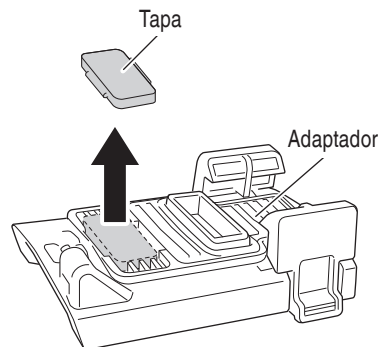
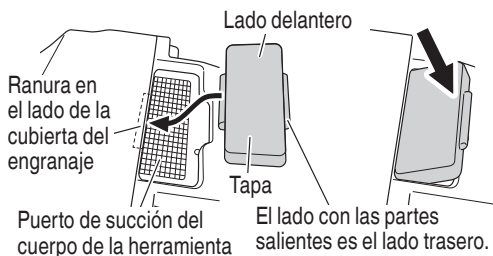

Fig. 9
Fig. 10
- (3) Retire la tapa del adaptador y colóquela en el puerto de succión. (Fig. 9, Fig. 10)
Inserte la parte saliente de la tapa en la ranura del lado de la cubierta de engranajes, luego presione la tapa. (Fig. 10)